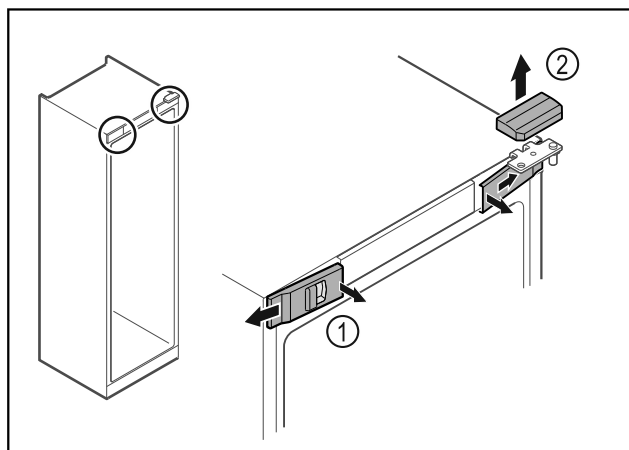

Fig. 17
- Ξεκουμπώστε εσωτερικά τα μπροστινά καλύμματα Fig. 17 (1) και αφαιρέστε τα προς το πλάι.
- Αφαιρέστε προς τα επάνω το επάνω κάλυμμα Fig. 17 (2).